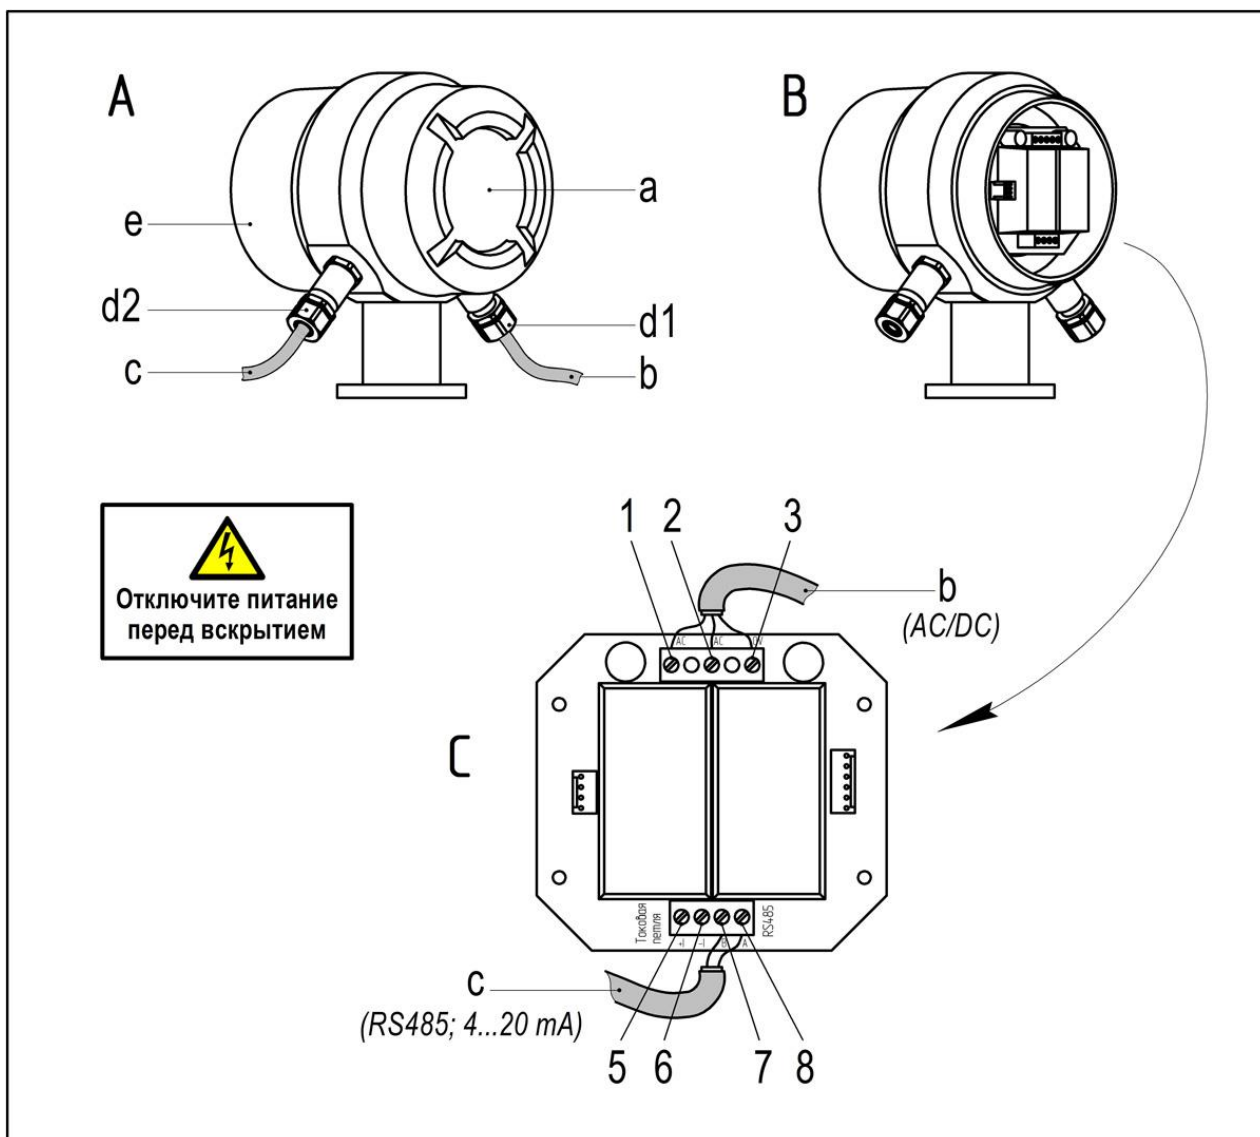

Рис. 12: Подключение электронного блока.
3. Выполнить электрическое подключение согласно схеме подключения → Рис. 12